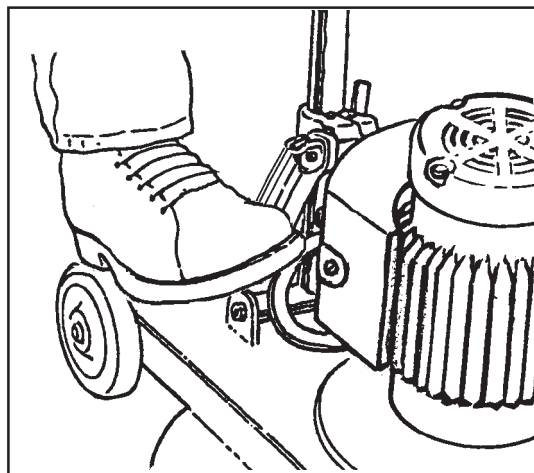

Figure 1
2. Pour verrouiller le timon, presser le levier de verrouillage (vers le bas) (Voir fig.1)